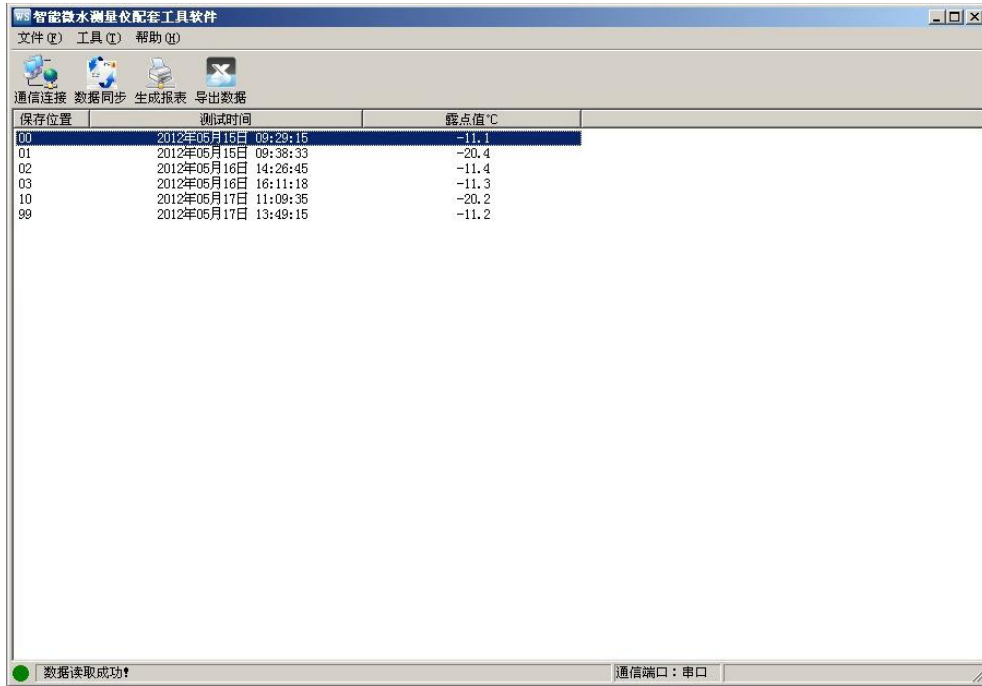

图 19 数据同步
- ①仪器开机后没有进入计算机通信界面；
- ②USB 数据线或串口数据线连接不稳定；
- ③使用 USB 数据线，但 USB 驱动程序没有正确安装；
- ④安装 USB 驱动程序后，没有重新拔插 USB 数据线。
(4)数据同步。点击“数据同步”按钮，读取仪器中的测量数据。在读取数据时，状态栏的右下角位置显示当前读取数据的位置，读取数据时只读取该位置的有效数据。读取完毕状态栏显示“数据读取成功”，此时光标停留在测量列表的最下方，窗口右方对应的值为光标所在位置的测量数据，如图 19 所示。